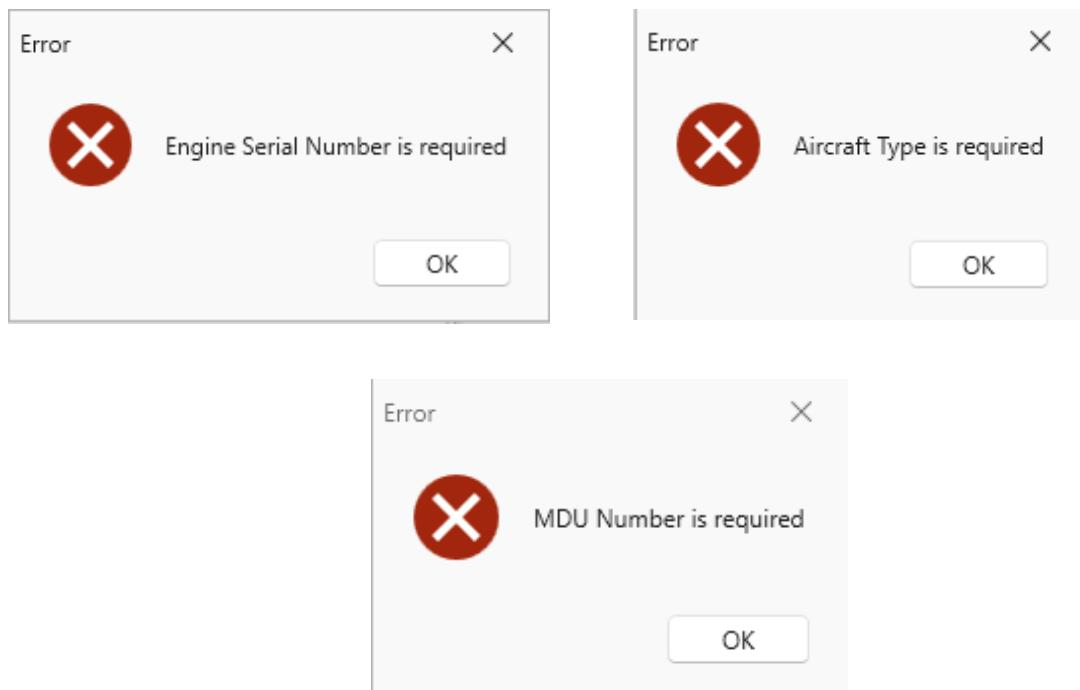

Рисунок 12 – Сообщения об ошибке, при не заполнении оператором соответствующего обязательного поля
3.10 Поля «Engine Serial Number», «Aircraft type» и «MDU Number» являются обязательными для заполнения актуальной информацией, и при их не заполнении программа формирует соответствующие сообщения об ошибке (рисунок 12) с блокировкой дальнейших операций по считыванию информации.